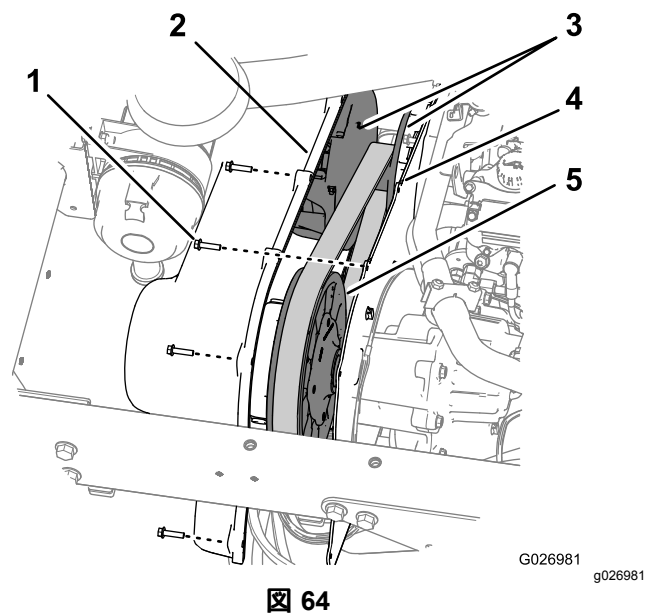

図 64
1. トランスミッションカバーをトランスミッション取り付けプレートに固定している六角ワッシャねじ 9 本 $\frac{1}{4}$ x 1" を外す 図 64。
5. トランスミッションカバーの穴を、取り付けプレートの穴に合わせる 図 64。
6. カバーを取り付けプレートに固定する 図 64 ステップ 1 で取り外した六角ワッシャねじ 9 本 $\frac{1}{4}$ x 1" を使用し、10.2-12.4 N·m 1.0-1.3 kg·m = 90-110 in-lb にトルク締めする。